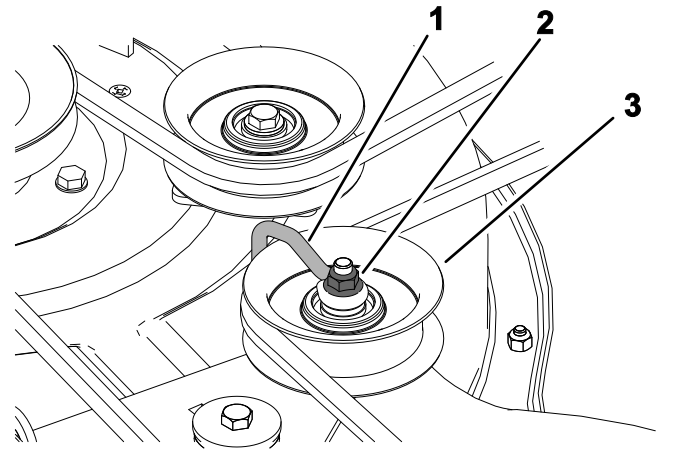

Figura 56
6. În cazul punilor cu 3 lame, slăbii piulița care fixează cablul pe fulia rolei de ghidare (Figura 56).
Notă: Poziionai cablul pe braul rolei de ghidare, aa cum este ilustrat în Figura 56.